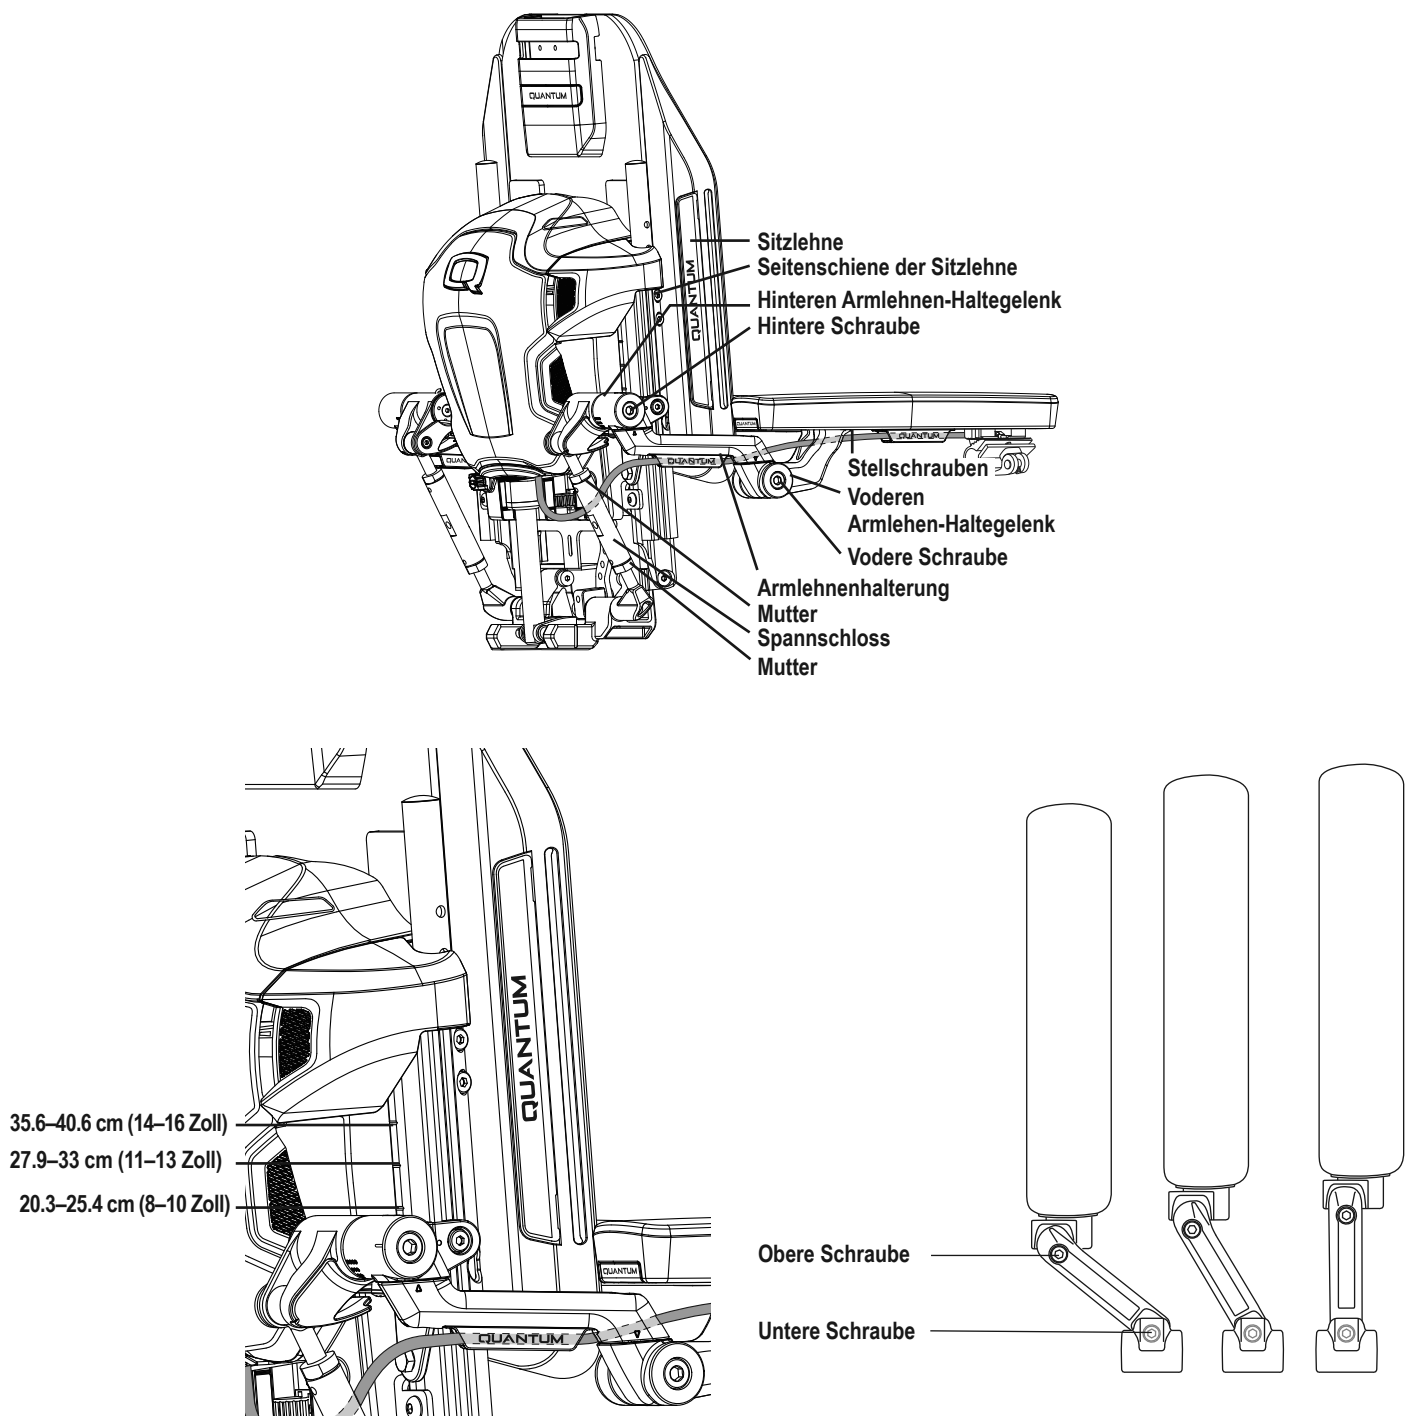

Abbildung 8. Anpassung der Höhe und des Winkels der hochklappbaren Armlehne
2. Lösen Sie die hintere Schraube am hinteren Armlehnen-Haltegelenk. **Siehe Abbildung 8.**
3. Stellen Sie sicher, dass an der Seitenschiene der Sitzlehne das hintere Drehgelenk relativ zur Lehne in der richtigen Höhe montiert ist. **Siehe Abbildung 8.**
5. Verschieben Sie die Armlehne nach oben oder unten, bis die gewünschte Höhe oder Positionsmarkierung erreicht ist. **Siehe Abbildung 8.**
7. Lösen Sie die vordere Schraube am vorderen Armlehnen-Haltegelenk. **Siehe Abbildung 8.**
9. Ziehen Sie die vordere Schraube am vorderen Armlehnen-Haltegelenk fest. **Siehe Abbildung 8.**
2. Lösen Sie die Mutter, falls notwendig. **Siehe Abbildung 8.**
4. Ziehen Sie die vordere Schraube am vorderen Armlehnen-Haltegelenk fest. **Siehe Abbildung 8.**
5. Ziehen Sie die Mutter fest, falls notwendig. **Siehe Abbildung 8.**
1. Lösen Sie die untere Schraube unter der Rückseite der Armlehnenhalterung und stellen die gewünschte Breite ein. **Siehe Abbildung 8.**
3. Lösen Sie die obere Schraube an der Oberseite des Armlehnen-Haltegelenks und bringen die Armlehne in eine zur Sitzschale senkrechte Stellung. **Siehe Abbildung 8.**
2. Entfernen Sie die hintere Schraube des hinteren Armlehnen-Haltegelenks. **Siehe Abbildung 8.**
1. Unterstützen Sie das Gewicht der Armlehne. **Siehe Abbildung 8.**